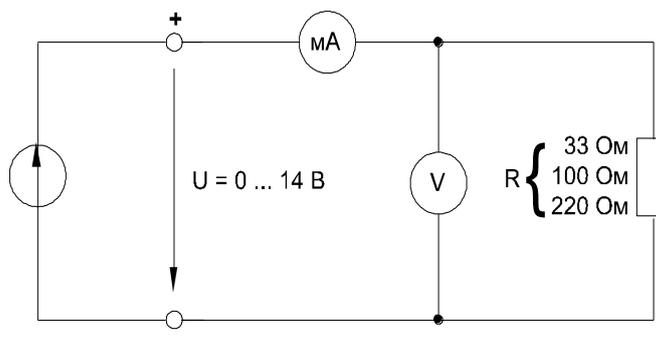

Рисунок 5.1 – Электрическая цепь
- Соберите цепь согласно схеме (рис. 5.1) и измерьте токи в резисторах 33, 100 и 220 Ом при напряжениях, указанных в табл. 5.1.